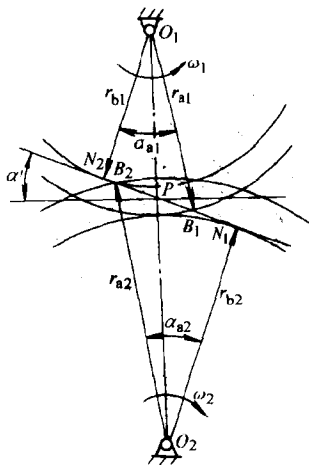

图4
7. 解 如图4所示。 $a = m(z_1 + z_2)/2$